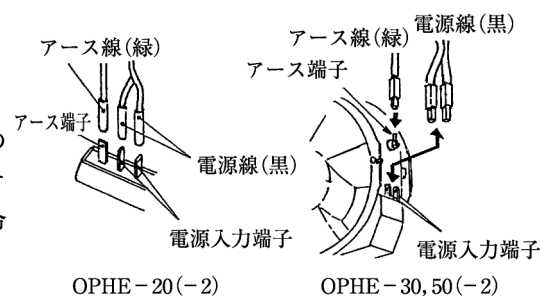

図3
4. フードカバーをキャビネットの抜き穴に差し込み、左右のボルト部を付属の取付ナット(M6)にてキャビネットへ確実に固定してください。(図3)
- ④アース端子を取外してください。（図3）
- ⑤ファンを取付ける場合は、①～④の逆手順で行ってください。